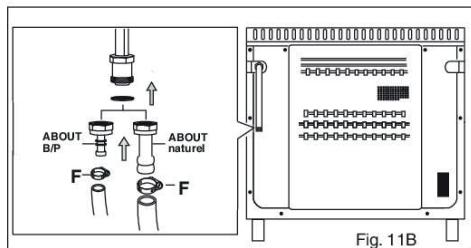

Fig. 11B
3) raccordement par tuyau souple suivant les normes en vigueur avec un about annelé. Le tube doit être monté sur le porte caoutchouc avec un collier de serrage (F) pour éviter toute fuite de gaz et visible sur toute sa longueur (fig.11B). Dans ce dernier cas, contrôler la date de péremption du tube imprimee et le remplacer avant cette date.